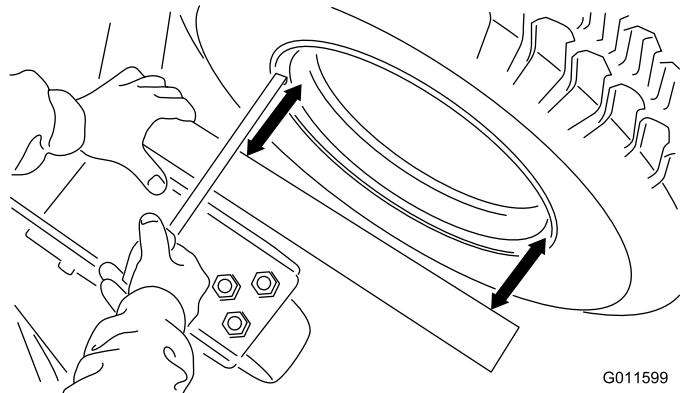

Figura 7
- Pernos de montaje, arandelas & contratuerzas (8)
- Coloque una escuadra o una regla contra el soporte soldado de la plataforma que contiene el conjunto de la horquilla de la rueda giratoria (Figura 7). No utilice el conjunto de la horquilla en sí.
regla en al menos dos lugares, según se indica en Figura 7. El borde exterior de la llanta no es un punto de referencia fiable debido a irregularidades de la llanta y de la pintura. Estas dos mediciones deben ser iguales, con una tolerancia de 1/8 de pulgada (3 mm).